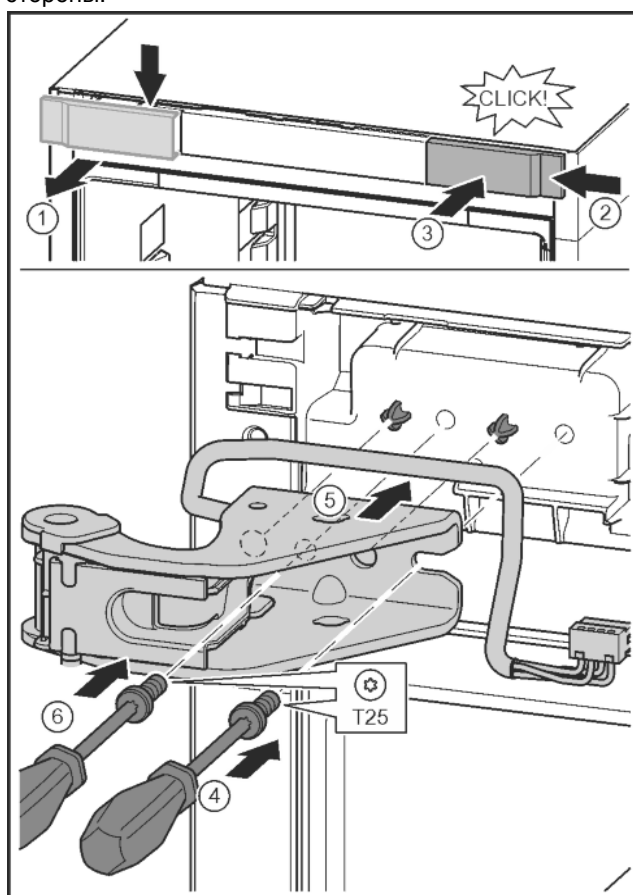

Fig. 33
- ▶ Отпустить крышку и снять сбину. Fig. 33 (1)
- ▶ Навесить крышку, повернув ее на 180°, справа с другой стороны. Fig. 33 (2)
- ▶ Крышку зафиксировать. Fig. 33 (3)
- ▶ Установить винт отверткой T25. Fig. 33 (4)
- ▶ Установить верхний опорный кронштейн. Fig. 33 (5)
- ▶ Затянуть винт. Fig. 33 (4)
- ▶ Вставить и затянуть винт отверткой T25. Fig. 33 (6)